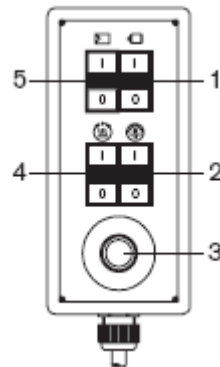

Рис. 56. Пульт управления стенда для проверки топливных насосов высокого давления (EPS):
6. При помощи пульта управления стенда для проверки топливных насосов высокого давления (EPS) включите преобразователь частоты переменного тока и насос для проверочного масла (рис. 56, поз. 5), проведите деблокирование регулятора (поз. 1).